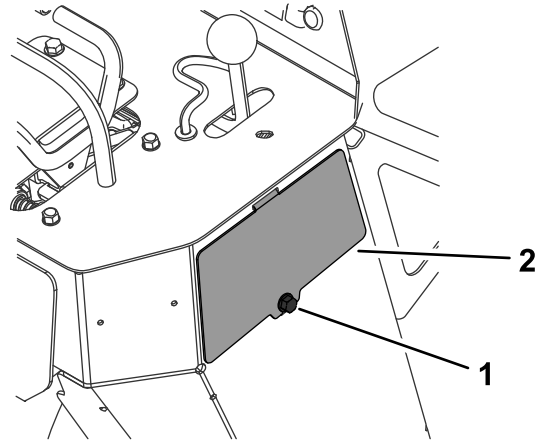

Figure 52
3. Déposez le boulon et le panneau d'accès sur le côté droit de la machine (Figure 52).
5. Remettez le panneau d'accès en place et fixez-le avec le boulon (Figure 52).